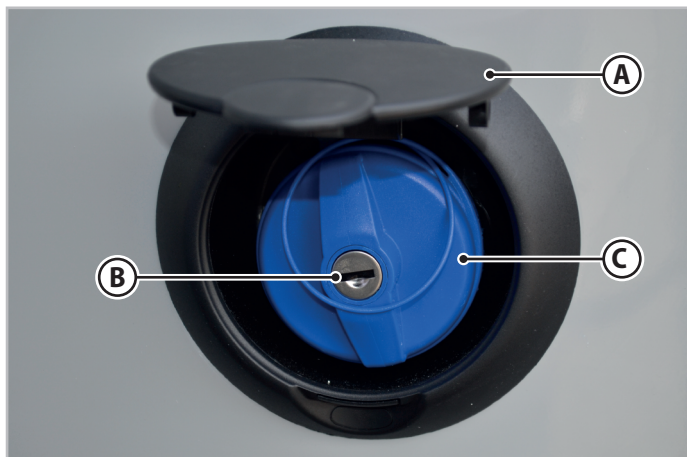

Fig.6.31 - Optankning af tanken med rent vand
1. Åbn klappen (**A** - Fig.6.31) for at få adgang studsene til optankning af vand på siden af køretøjet.
2. Sæt nøglen i låsen (**B** - Fig.6.31).
4. Drej proppen (**C** - Fig.6.31) mod uret og fjern den.